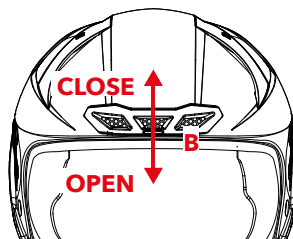

FIGURE 5
■ ENTREE D'AIR AVANT – **B** – Figure 5
- Figure 5 : Faites glisser le curseur central vers le haut pour fermer l'entrée d'air, faites-le glisser vers le bas pour l'ouvrir.